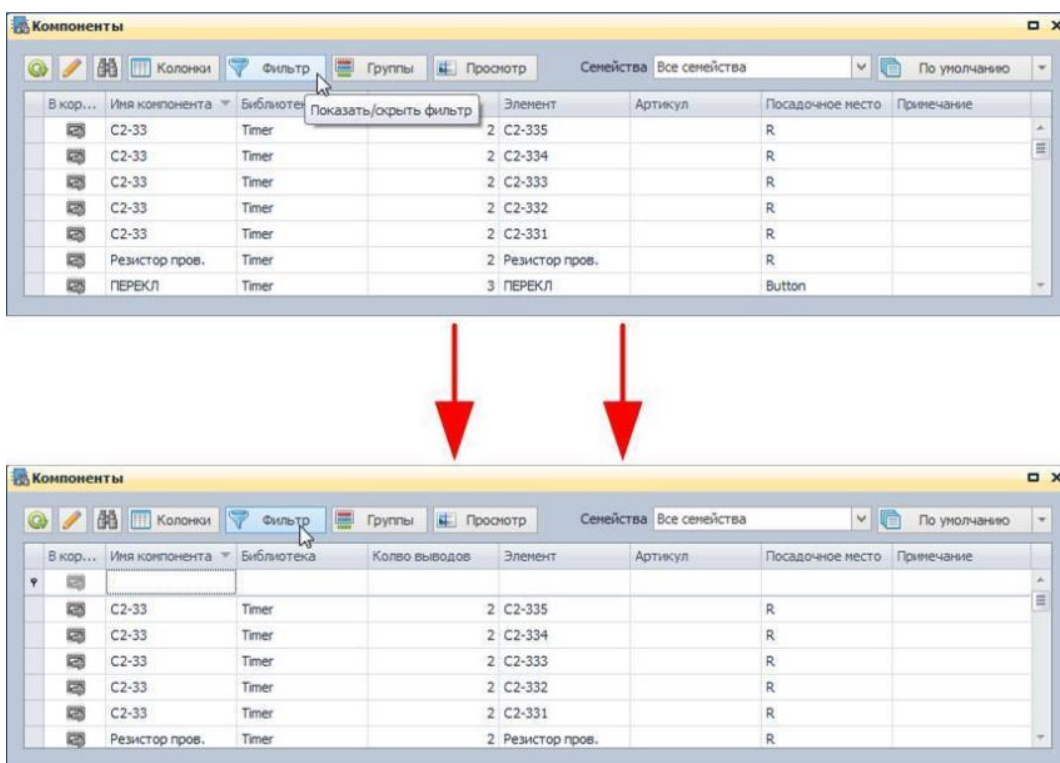

Рис. 772. Отображение панели фильтра
1. Нажмите кнопку  Фильтр - «Панель фильтрации», которая расположена на панели инструментов. Над таблицей отобразится панель поиска, см. Рис. 772. На рисунке стрелками указана последовательность действий.